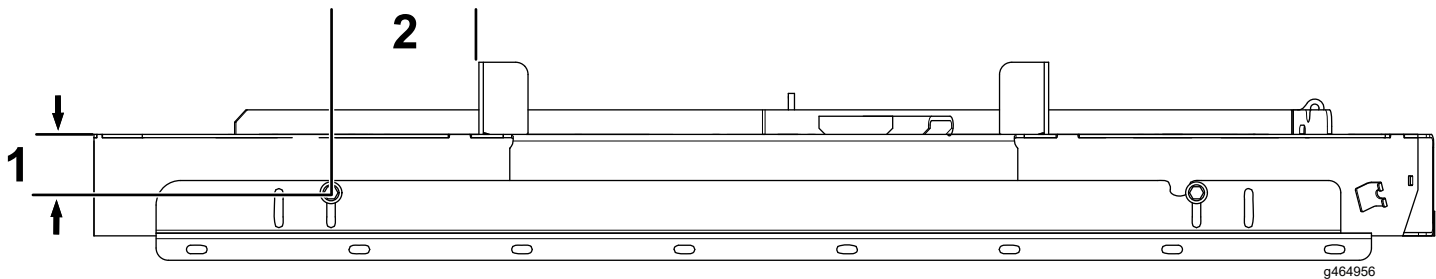

Figure 2
1. En vous servant du support du traceur comme gabarit, percez 2 trous (9/32 po) dans le tablier de coupe en utilisant les dimensions indiquées sur la Figure 2.